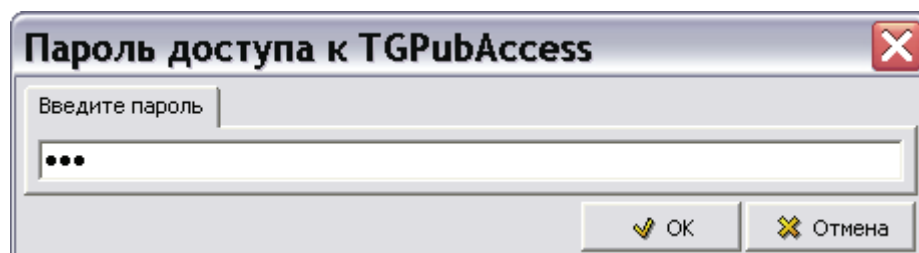

Рис. 3.124
2. В появившемся окне **Пароль доступа к утилите** введите новый пароль (Рис. 3.124).